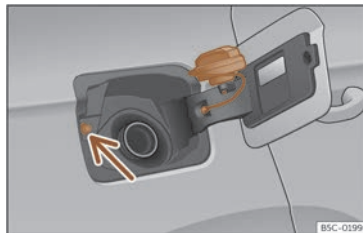

Fig. 215 Tapa do depósito co tapón encaixado.
Evite tocar o botón de bloqueo da tapa de combustible»» **fig. 215** (frecha). O sistema entenderá que rematou e non poderá seguir recargando. Prema a tecla novamente  da porta do condutor para continuar.
• Colóqueo no espazo que hai na bisagra da tapa aberta»» **fig. 215**.